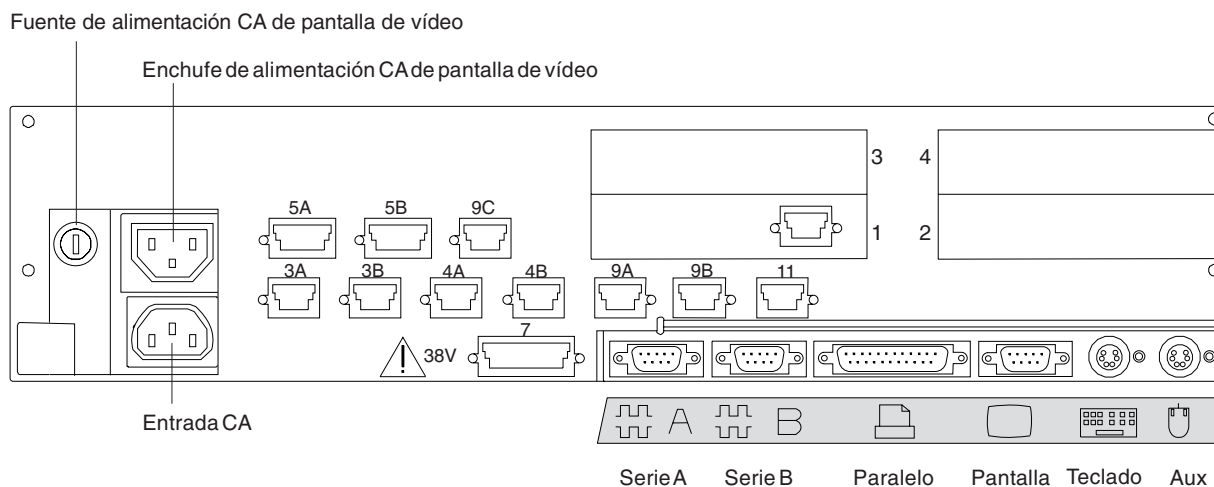

Figura 79. Parte posterior del Controlador/Terminal IBM 4693-5x1 o 4693-7x1
7. En la Figura 79 marque con una X los zócalos a los que se conectan los dispositivos POS.